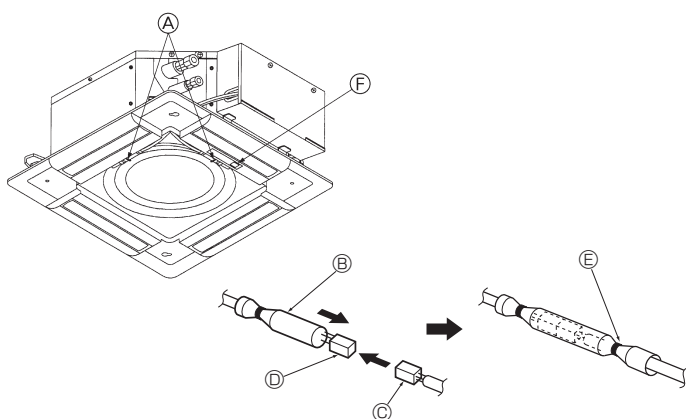

Fig. 8-8
8.3.4. Соединение проводов (Fig. 8-8)